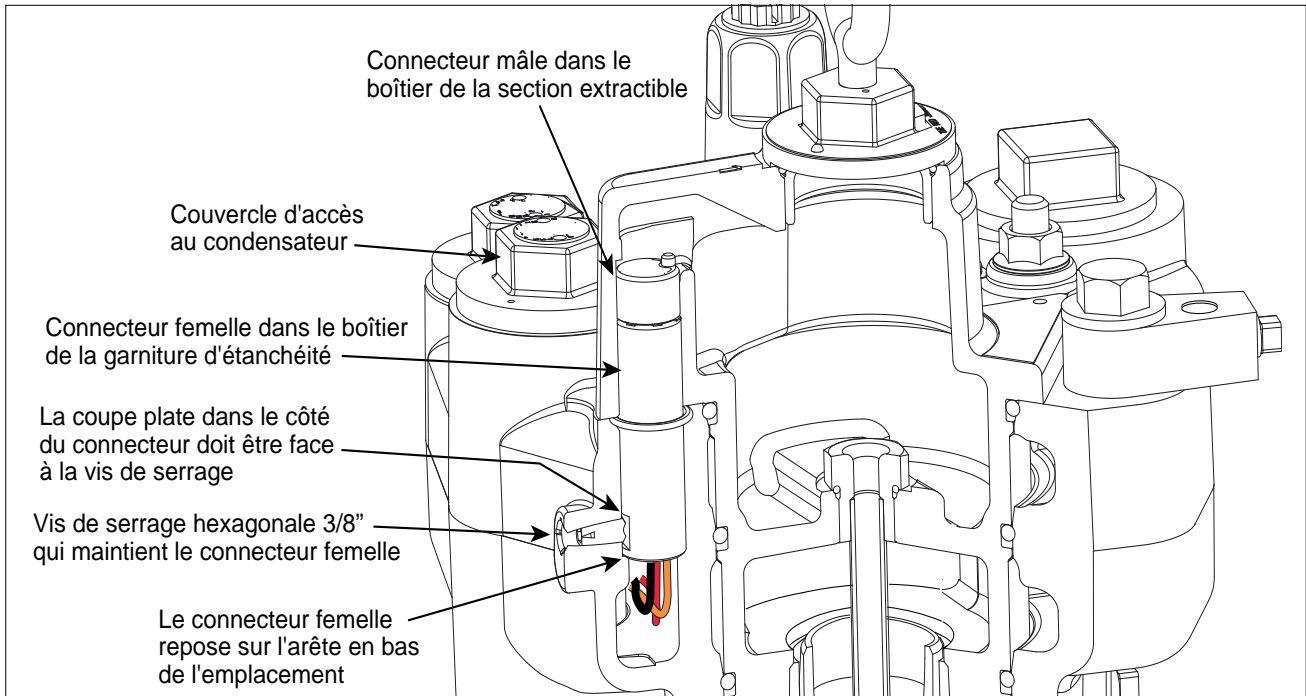

Figure 56. Localisation de la vis de serrage du connecteur femelle
18. Utilisez un clé hexagonale de 3/16" pour dévisser la vis de serrage qui maintient le connecteur femelle d'environ un tour et demi jusqu'à ce que vous puissiez soulever le connecteur (voir la Figure 56).